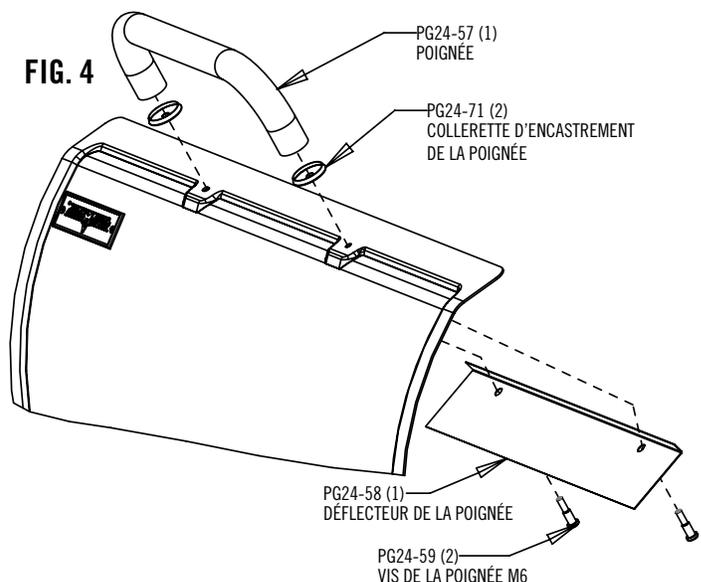

FIG. 4
1. Monter la poignée comme indiqué à la Fig. 4.